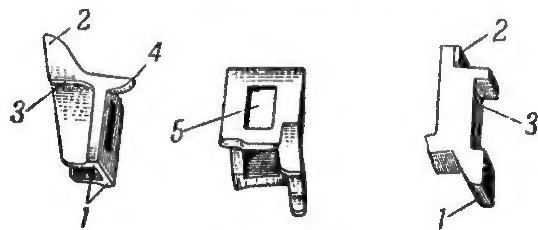

Рис. 19. Отражатель:
20. Отражатель (рис. 19) служит для отражения гильзы из-под зацепа выбрасывателя при движении затвора назад. Он имеет: боковые выступы для соединения со ствольной коробкой; верхний выступ для отражения гильзы; ограничительный выступ, ограничивающий положение отражателя в пазу ствольной